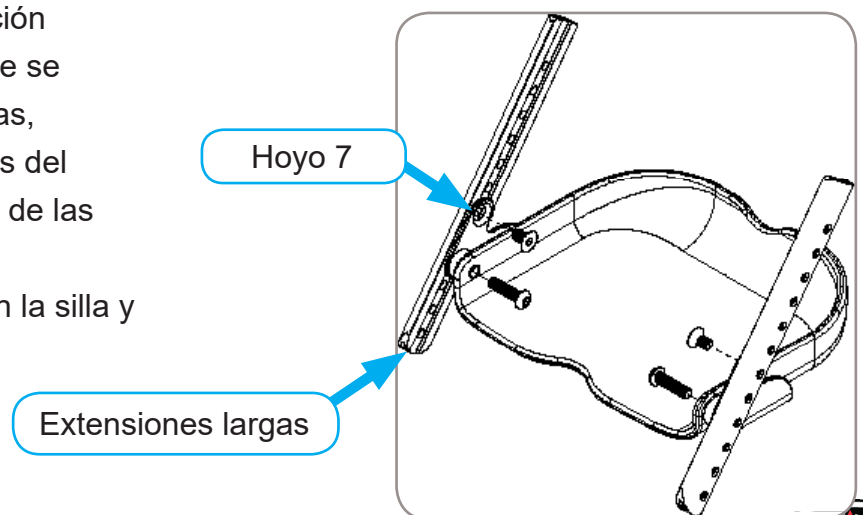

Figura 19
2. Instale extensiones más largas como se muestra en la Figura 19. Para la siguiente posición de caída de la pierna más allá de lo que se podía lograr con extensiones más cortas, instale pernos de cabeza plana a través del séptimo orificio desde la parte superior de las extensiones del reposapiés.